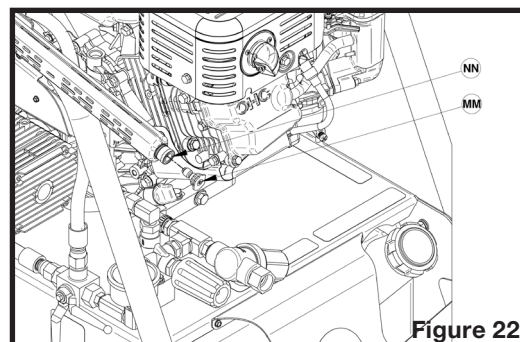

Figure 22
2. Si l'appareil a été utilisé pour l'injection de savon, installer une buse haute pression jaune, verte ou blanche (MM sur la figure 22) à la sortie de la lance (NN sur la figure 22).